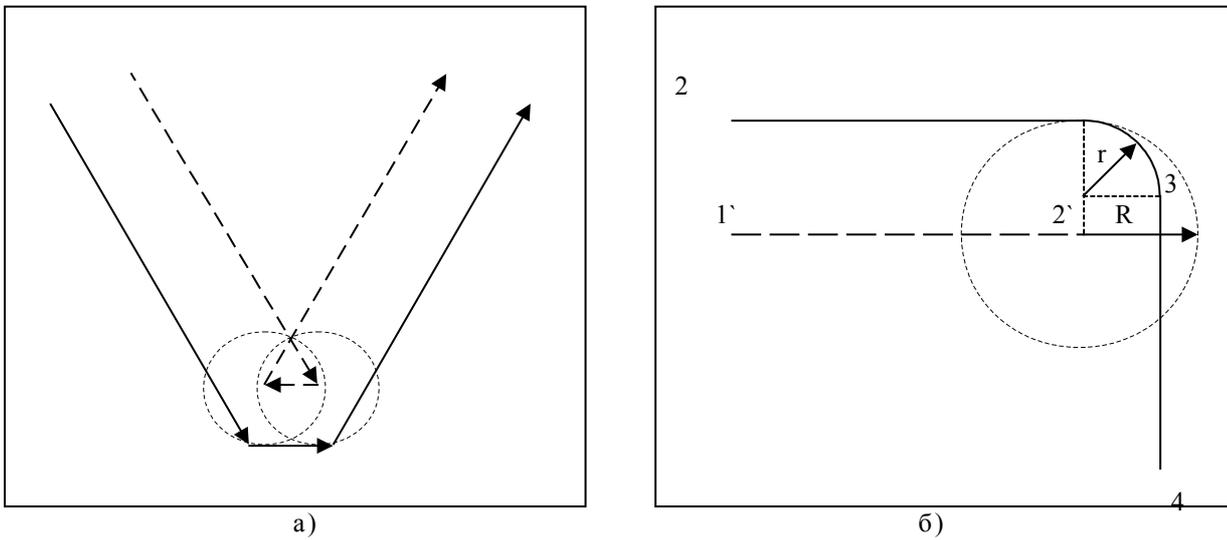

Рис.5. Особые случаи радиусной коррекции
1) Промежуточный кадр для выбранной коррекции слишком мал. Обработка не прерывается. Ошибка не индицируется. Результат – зарезы внутреннего контура как показано на рис.5а.
2) Промежуточный кадр (2-3) с дугой радиусом r , меньшим чем радиус коррекции R ($r < R$) при обработке внутреннего контура. Центр инструмента останавливается в точке $2'$. Индицируется ошибка «Отрицательный радиус при коррекции». Выполнение программы прекращается. Результат – зарезание внутреннего контура, как показано на рис.5б.